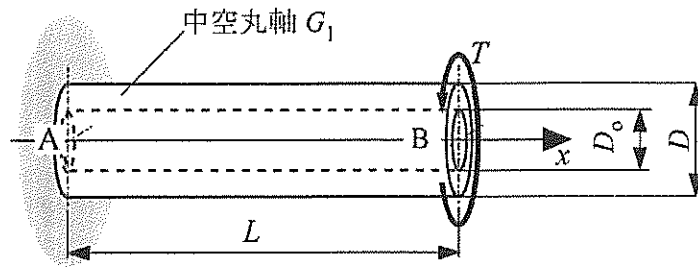

图 2-1
(2) 図 2-1 のように、中空丸軸の右端 B に大きさ  $T$  のねじりモーメントを与えた。中空丸軸の右端 B における左端 A に対するねじれ角の大きさを求めなさい。